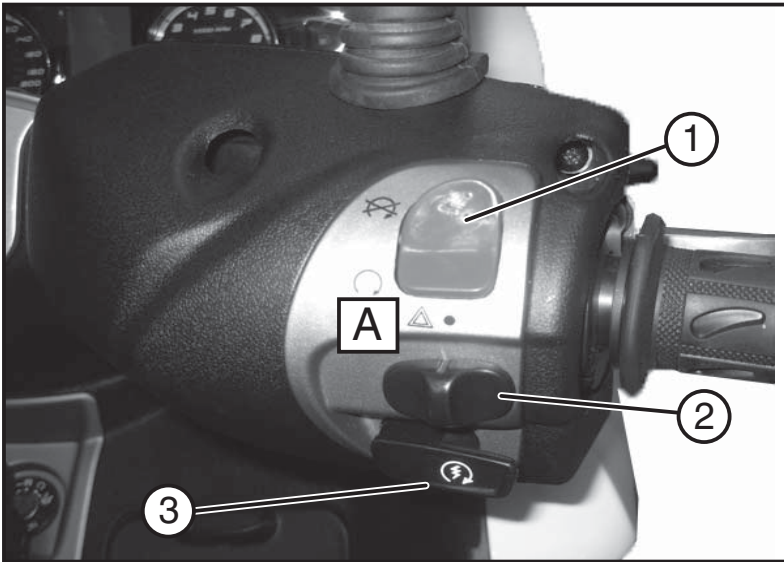

Fig. 01
4.10 - RECHTE BEDIENELEMENTE AM LENKER (Abb. 01)